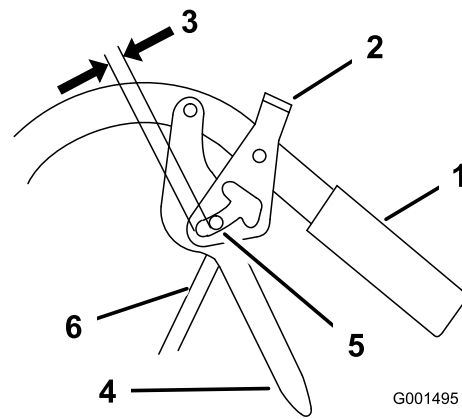

Figura 46
2. Ajuste la longitud de la varilla de control enroscando la varilla en el acoplamiento o desenroscándola, hasta que quede una holgura de 5 a 6 mm (3/16 a 1/4 pulg.) entre la varilla de control y la parte inferior del mecanismo de bloqueo de punto muerto/freno de estacionamiento (Figura 46).
3. Instale la varilla de control en la palanca de avance y el mecanismo de bloqueo de punto muerto/freno de estacionamiento. Sujete la varilla de control con un pasador de horquilla y un pasador de seguridad (Figura 46).